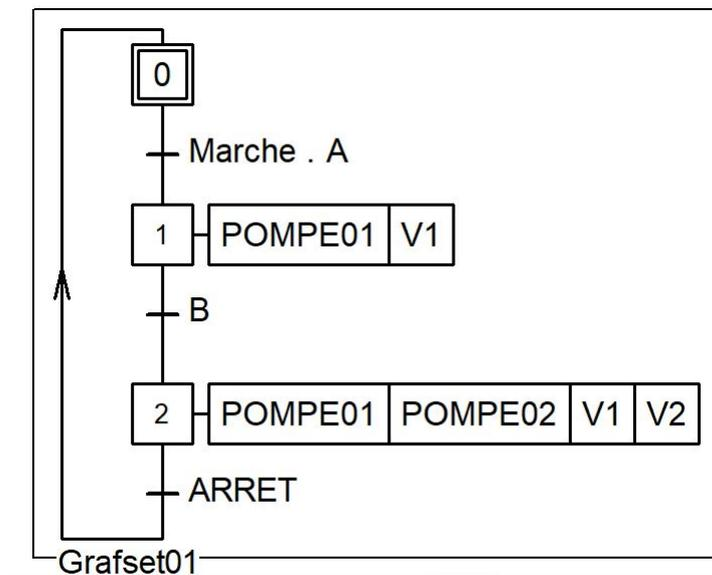

FIGURE 1 – Grafcet du système d'arrosage
2.3 Les équations selon la logic R/S du Grafcet (fig1)
Les équations synthétisés du grafcet(fig1) selon la logique R/S en tenant compte de l'ensemble des variables suivantes :
La programmation des équations synthétisés du grafcet(fig1) par le langage LADDER à travers ZELIO SOFT 2 comme suit :